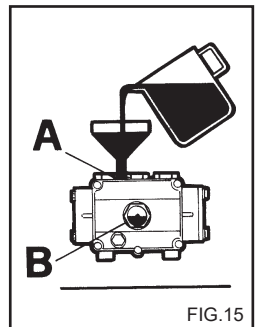

FIG. 15
- 4) Atarraxe a tampa de descarga e introduza o óleo pelo orifício superior (fig. 15) até que alcance o nível indicado no visor (fig. 15B).